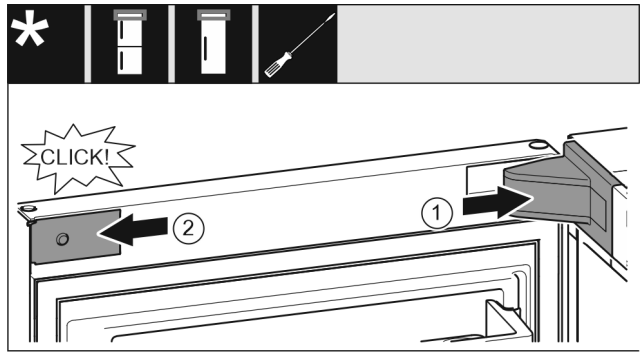

Fig. 24
- Vendosni kapakun mbulues të bazamentit mbështetës Fig. 24 (1) dhe mbërthejeni në vend, duke i ndarë nga njëri-tjetri nëse nevojitet.
- Vendosni panelin mbulues Fig. 24 (2) anash dhe mbërthejeni në vend.